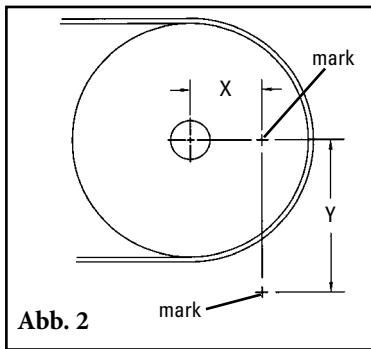

Abb. 2
- 2. Maße an der Wand des Übergabetrichters anzeichnen.** Das Maß für X von der Mitte der Trommelachse aus horizontal abmessen. (**HINWEIS:** Es könnte einfacher sein, eine Wasserwaage oben auf die Trommelachse zu legen, eine horizontale Linie zu zeichnen und dann um die Hälfte der Achse nach unten zu messen und eine Linie von der Vorderseite der Achse zu ziehen. Jetzt die Hälfte des Trommelachsendurchmessers von der X-Koordinate abziehen, auf der Linie messen und eine Markierung machen.) Dann vertikal nach unten das Y-Maß ausmessen und markieren. Dies ist die korrekte Position für die Mitte der Abstreifer-Steckachse (Abb. 2). Die gleichen Maße an der anderen Seite ausmessen und markieren.